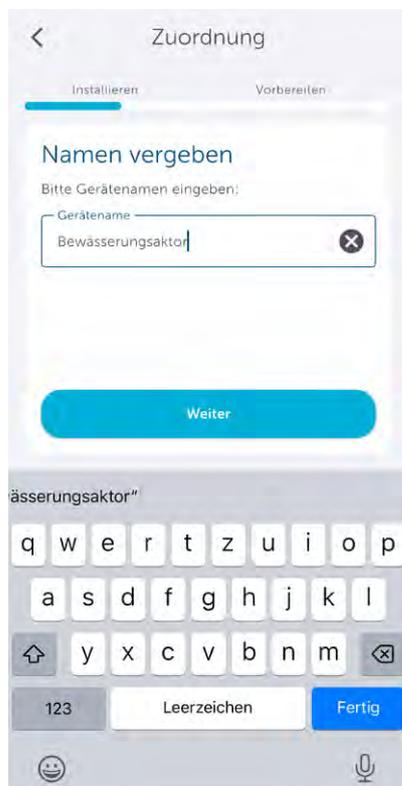

Bild 25: Namen für den Bewässerungsaktor vergeben
3. Wählen Sie einen entsprechenden Namen für den Bewässerungsaktor aus und tippen Sie auf „Weiter“ (Bild 25).